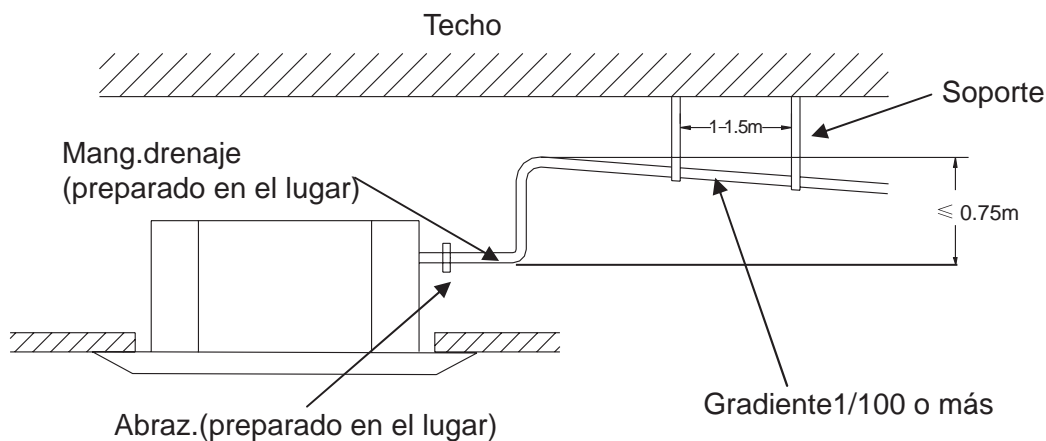

Fig.13
1. No levante el tubo de drenaje a una altura mayor de 0.75m, de lo contrario habrá riesgo de pérdidas de agua (Fig. 13).
2. Asegúrese de que el tubo de drenaje tenga una inclinación hacia abajo no inferior a 1/100, y de que no haya estancamiento de agua (Fig. 13).
3. Para sostener el tubo de drenaje, espacé los soportes cada 1 a 1,5 mm (Fig. 13).